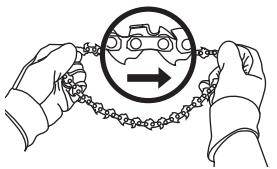

Fig. 9
- Enlace la cadena de la sierra sobre el piñón de mando con los bordes cortantes de la cadena apuntando en la dirección de rotación (Fig. 9).